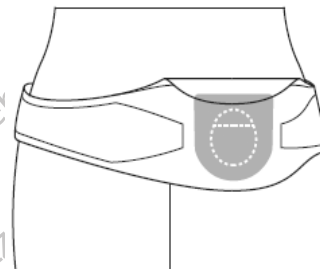

Рисунок 6. Расположите зарядное устройство над стимулятором
2. Расположите зарядное устройство над стимулятором (Рисунок 6).